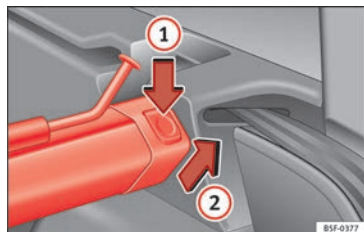

Fig. 168 Dans le coffre à bagages : démonter le filet de séparation.
- Appuyez sur la touche de déverrouillage gauche ou droite » fig. 168 dans le sens de la flèche ①.
- Retirez la structure du support dans le sens de la flèche » fig. 168 ②.
- Appuyez sur la structure sur les supports gauche et droit dans le sens contraire à la flèche » fig. 168 ② jusqu'à ce qu'elle s'enclenche.